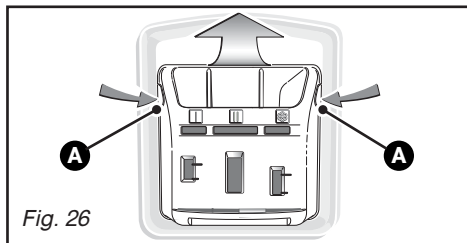

Fig. 26
- appuyez simultanément sur les bossages **A** se trouvant de part et d'autre de la boîte, celle-ci s'extrait de son logement (*Fig. 26*).